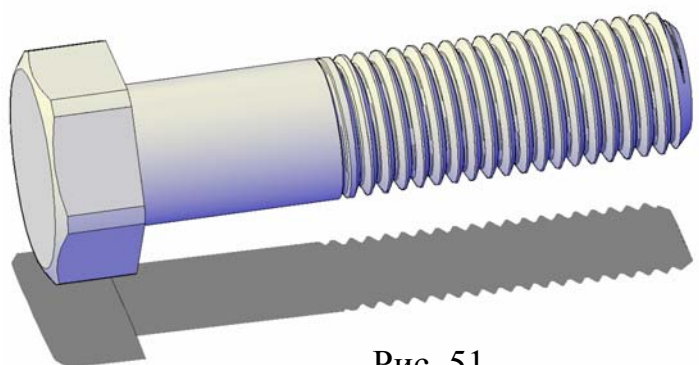

Рис. 51
- **Вычитание (_Subtract)** \ вычитаем винтовой выступ из цилиндра, получая solid-модель болта (рис. 51), перед данной операцией не забудьте скопировать винтовой выступ, так как он еще понадобится.